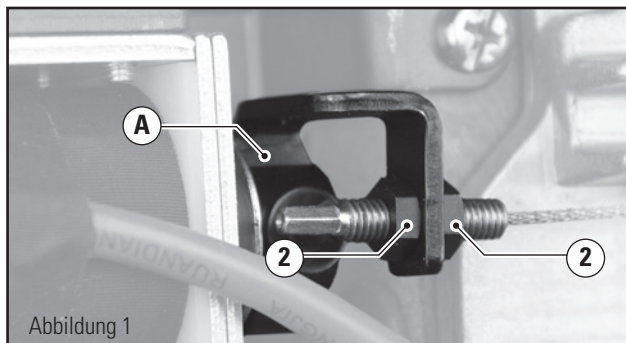

Abbildung 1
5. Schrauben (1) (Abb. 1) festziehen.